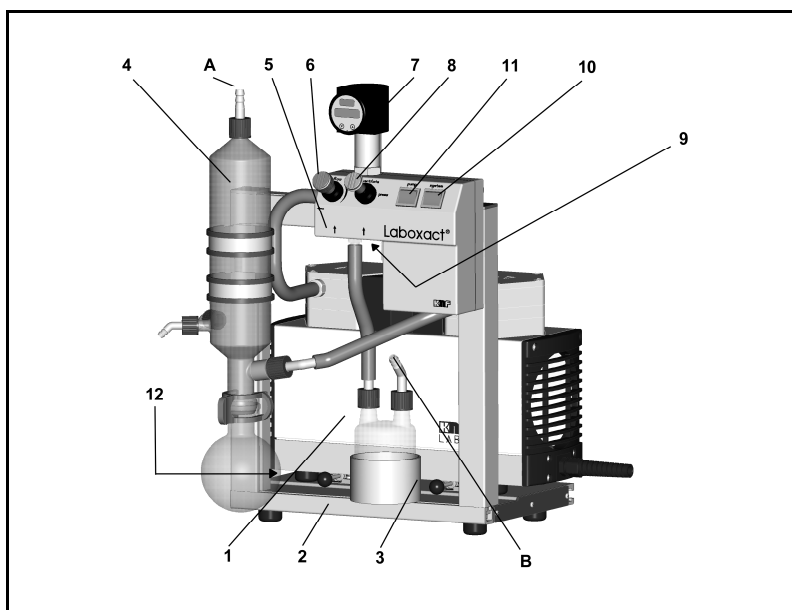

Abb. 4: Beschreibung LABOXACT-Systeme
- Verschlauchung Das Vakuumsystem wird komplett verschlaucht geliefert (siehe Abb. 4, Seite 14).
→ Den Netzstecker der Pumpe in die Steckdose der Bedieneinheit (Position 5 in Abb. 4, Seite 14) stecken.
→ Über das Netzkabel die Bedieneinheit (Position 5 in Abb. 4, Seite 14) mit einer ordnungsgemäß installierten Schutzkontakt-Steckdose verbinden.
Pumpe/ System	<ul style="list-style-type: none"> <li>▪ Lüfteröffnungen nicht zugestellt</li> <li>▪ Daten des Spannungsnetzes stimmen mit den Angaben auf dem Typenschild der Pumpe/des Vakuumsystems überein</li> <li>▪ Pumpenauslass nicht verschlossen oder eingengt</li> <li>▪ Oberer Gasausgang des Hochleistungskondensators nicht blockiert</li> <li>▪ Medien sind untereinander verträglich (beim gleichzeitigen Betreiben von zwei verschiedenen Prozessen)</li> <li>▪ Bei einer Belüftung des Vakuumsystems durch den Lufteinlass (siehe Abb. 4/9, Seite 14) können keine reaktive, explosive oder anderweitig gefährliche Mischungen entstehen (gegebenenfalls Inertgas verwenden)</li> </ul>